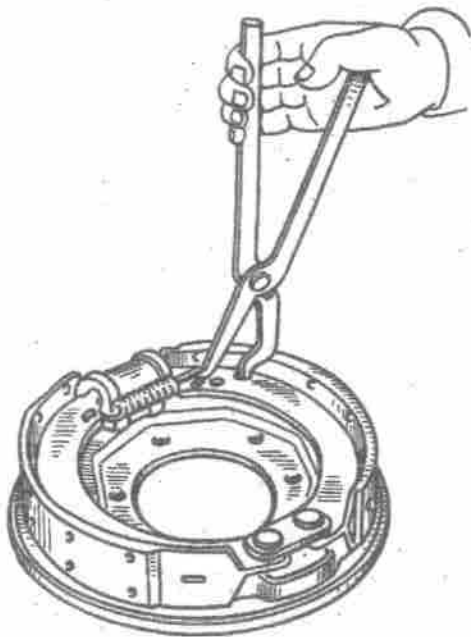

Bild 205. Abnehmen und Aufsetzen der Rückzugfeder der Bremsbacken
3. Rückzugfeder der Bremsbacken mit Hilfe einer speziellen Zange abnehmen (Bild 205).